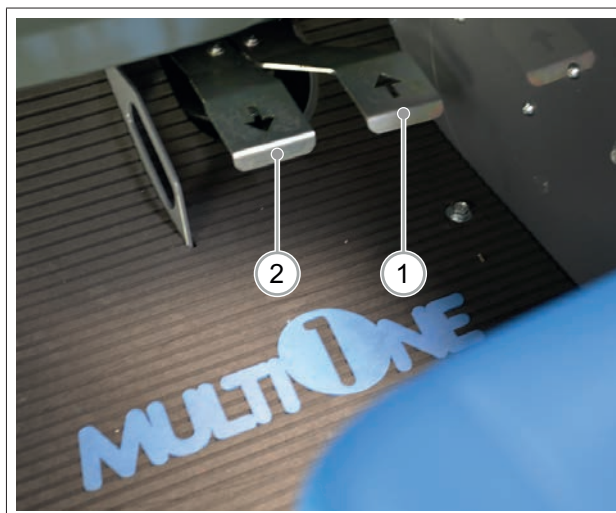

РИС. 27
- 4) Нажмите pedal желаемого направления движения “Вперед” (РИС. 27 - Сс. 1) или “Назад” (РИС. 27 - Сс. 2).
- При нажатии на правую pedal (РИС. 27 - Сс. 1) машина начинает движение вперед. При отпусчении pedal возвращается в нейтральное положение, и машина перестает двигаться.
- При нажатии на левую pedal (РИС. 27 - Сс. 2) машина начинает движение назад. При отпусчении pedal возвращается в нейтральное положение, и машина перестает двигаться.